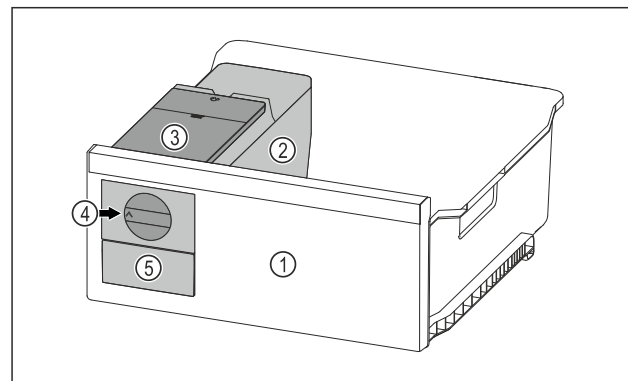

Fig. 41 Príklad zobrazenia
- Otočný gombík Fig. 41 (4) otočte v smere hodinových ručičiek až na doraz.
- Kocky ľadu vypadávajú z misky na kocky ľadu do zásuvky na kocky ľadu Fig. 41 (5).